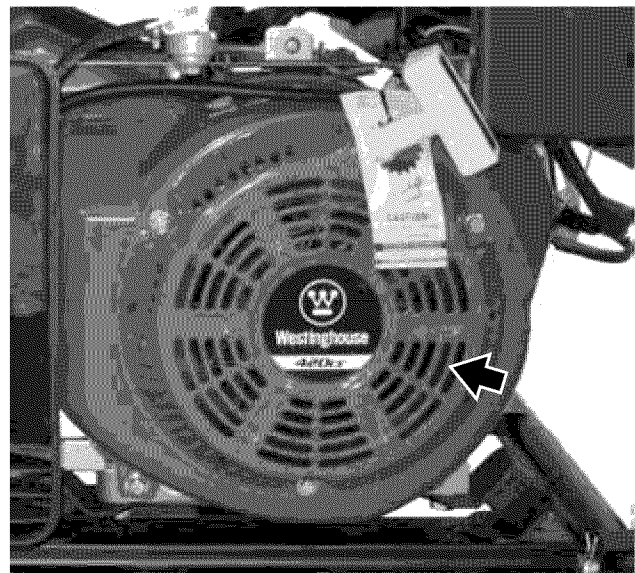

Figura 44 – Orificios de entrada y salida de aire del motor
**Limpie todos los orificios de entrada y salida de aire del motor.** Compruebe que todos estos orificios estén limpios y no haya desechos o suciedad a fin de asegurar que el motor no funcione en HOT (caliente) (vea la Figura 44).